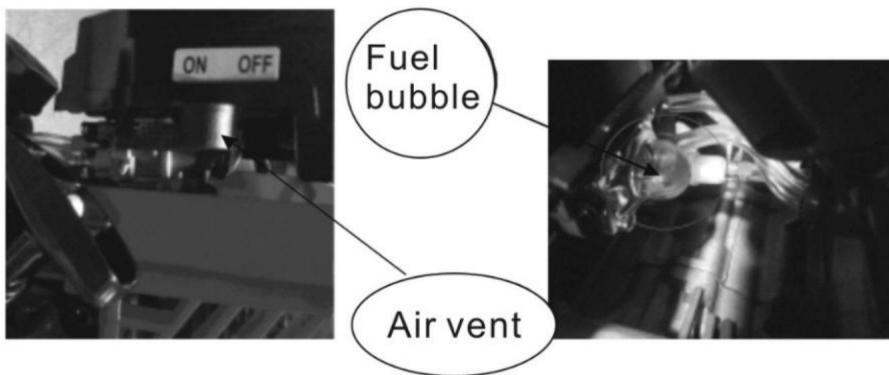

Fig 3
1. Prima di avviare la nuova macchina, premere nuovamente il carburante trasparente bolla (vedere Fig.3) per riempire completamente il carburatore con carburante. (Chiedere la presa d'aria quando il motore è in fase di raffreddamento, ma aprire presa d'aria solo a motore riscaldato).